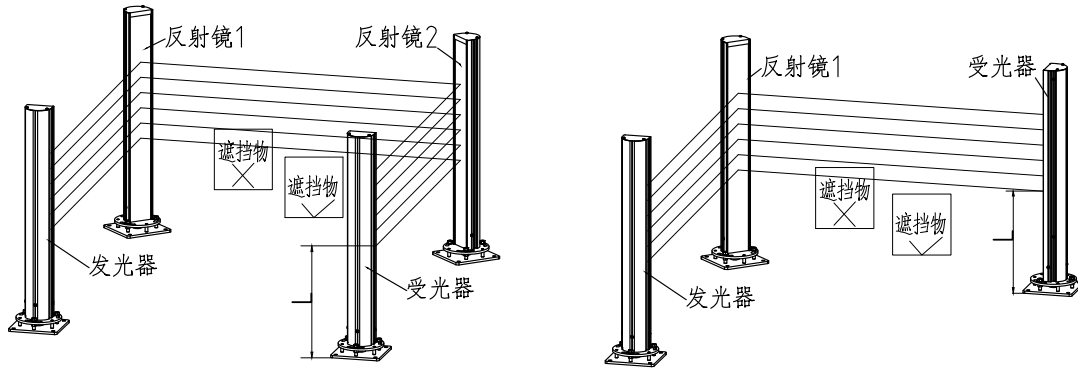

图3-24 SQL光幕安装注意事项
- 1、确认光幕第一束光距离设备平台或地面高度L的尺寸，如果高度L超过300mm，需要考虑增加其他防护（如图3-24）。